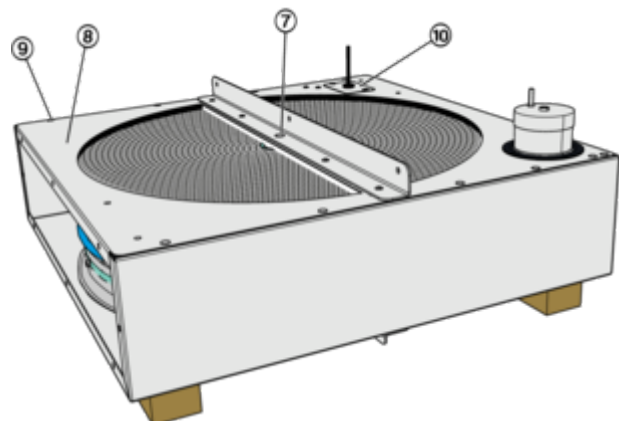

Abb. 51: RWT
- 12.▶ Blech (Abb. 51 /8) mit Schrauben (Abb. 51 /9) um wieder montieren.
Mittelschraube (Abb. 51 /7) mit Schraubensicherung (z.B. Loctite 243) einschrauben.
Deckel (Abb. 51 /10) am Sensor wieder montieren und Position des Sensors prüfen.